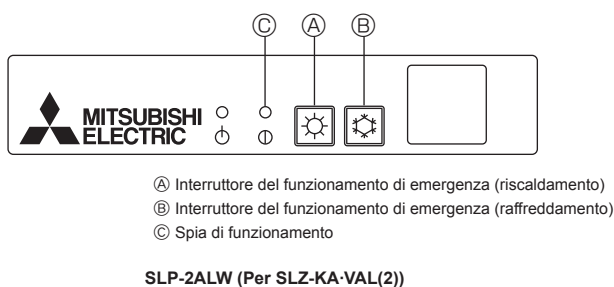

Fig. 9-1
9.2.1. Per regolatore a distanza senza fili (Fig. 9-1)